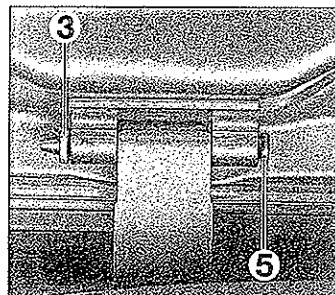

FIG. 62
- Desmontar el pasacables (2) de la carrocería.
- Desmontar los dos anillos de seguridad (3) de los ejes del portón (fig. 62).
- Desmontar los ejes (5) del portón (fig. 62).